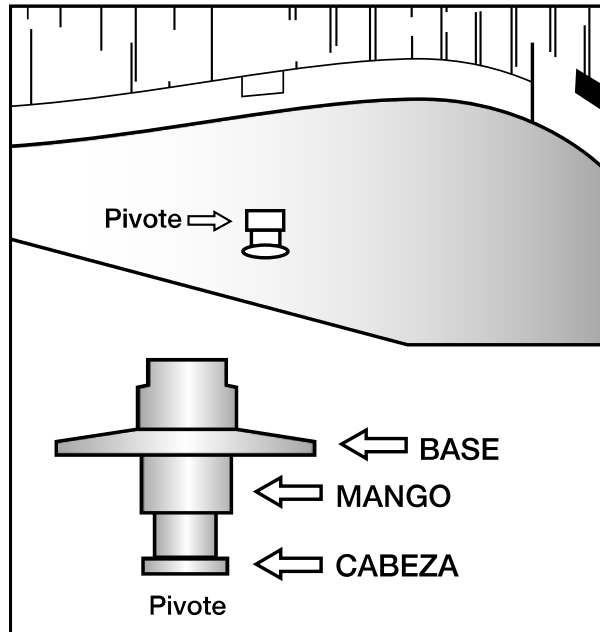

Figura 6.8
- Bocas de cierre alrededor del mango, no de la cabeza del pivote de dirección. Vea la Figura 6.8.